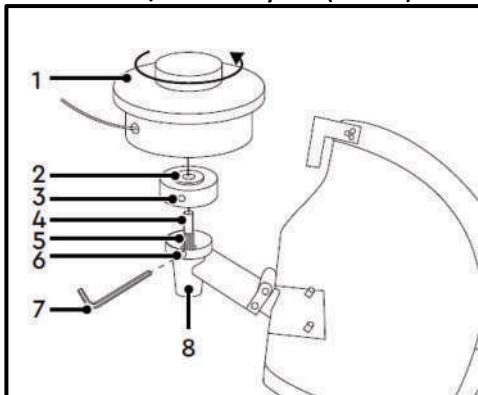

Рис. 24
#### Встановлення/зняття котушки (Рис. 24)
- Встановіть на шліци (5) шпинделя (4) шліцьову привідну шайбу (2) з посадковою сходинкою.
- Обертаючи шліцьову привідну шайбу (2), сумістіть її отвір (3) з отвором (6) нижнього редуктора (8).
- Заблокуйте обертання шпинделя (4) та шліцьової привідної шайби (2), встановивши ключ (7) в отвори (6) нижнього редуктора (8) та в отвір (3) шліцьової привідної шайби (2).
- На різьбу шпинделя (4) нагвинтіть до упору котушку (1), обертаючи її в напрямку стрілки, як показано на (Рис. 24), після чого витягніть ключ (7).